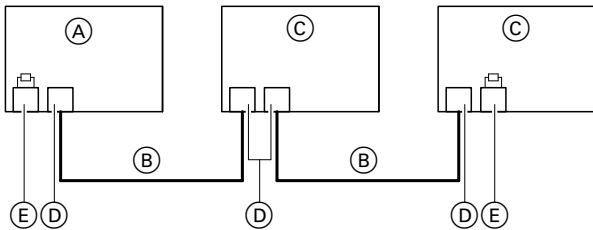

Fig. 48
- Le bus CAN des appareils est conçu pour la topologie de bus "linéaire" avec une résistance terminale (terminaison) aux deux extrémités : voir fig. 48.